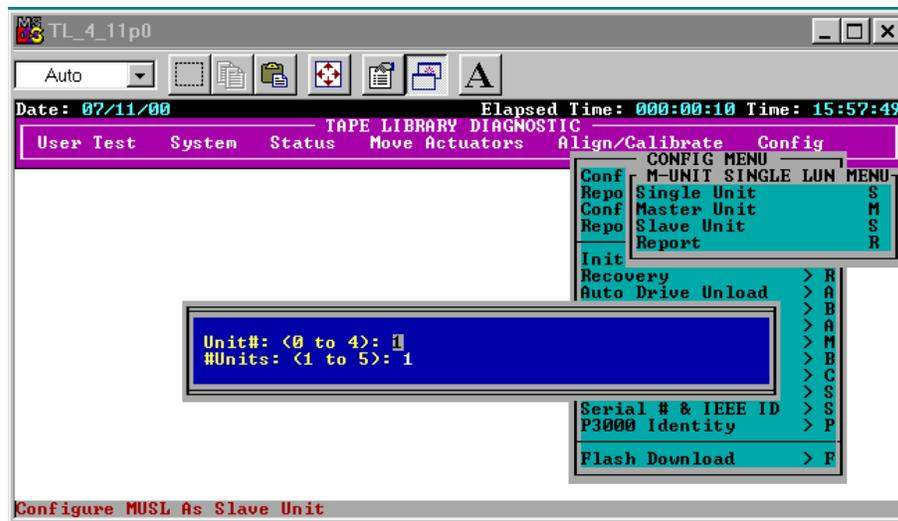

Abbildung 3-14. Dialogfeld des Untermenüs *Configuration*
4. Geben Sie nach Auswählen von *Master Unit* (Master-Einheit) oder *Slave Unit* (Slave-Einheit) im Feld *Unit #* (Einheitennummer) die Nummer für die Library (0-4) und im Feld *# of Units* (Anzahl der Einheiten) die Anzahl der Libraries (1-5) im Multi-Unit-System ein (siehe Abbildung 3-14).